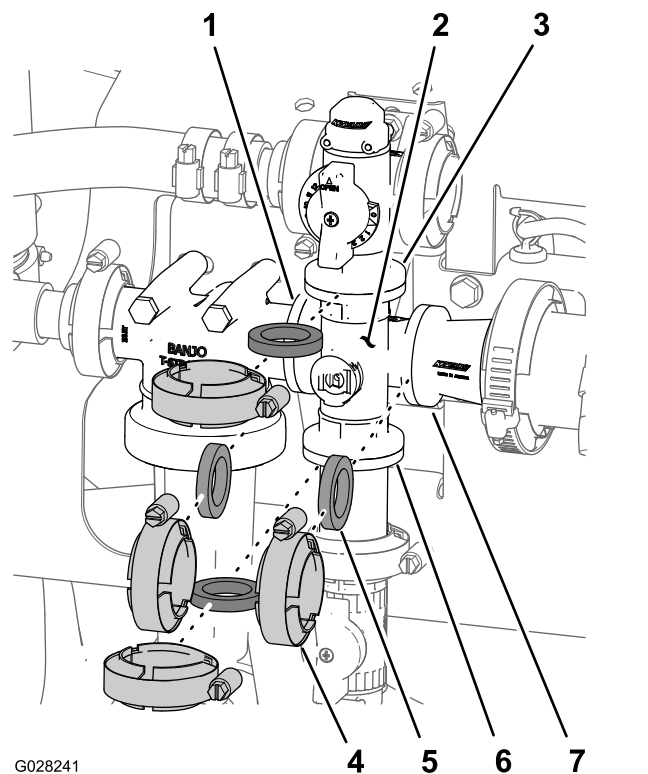

図 78
1. 攪拌バルブの 図 78 のマニホールドを攪拌バイパスバルブ、圧力フィルタヘッド、リチューサカップリング、アダプタフィッティング攪拌スロットルバルブに固定しているクランプとガスケットを外す。